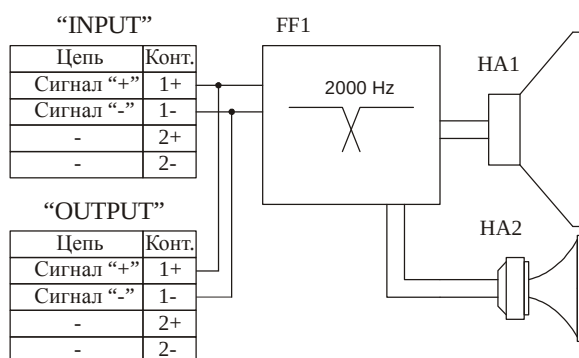

Рис.2. Схема электрическая структурная
4.2 Для отдельного подвода НЧ и ВЧ составляющих звукового сигнала к динамической головке АС оснащена разделительным фильтром. Структурная электрическая схема АС приведена на рис.2.